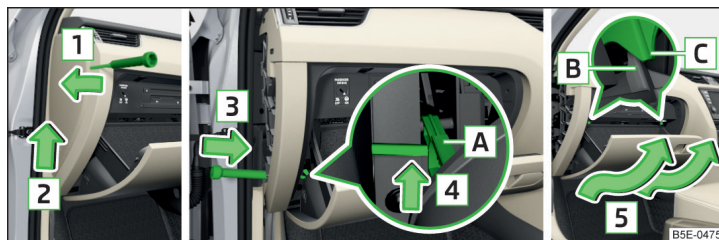

Fig. 352 Vide-poches côté passager
- › Glissez un tournevis sous le revêtement latéral » fig. 352.
› fig. 352.